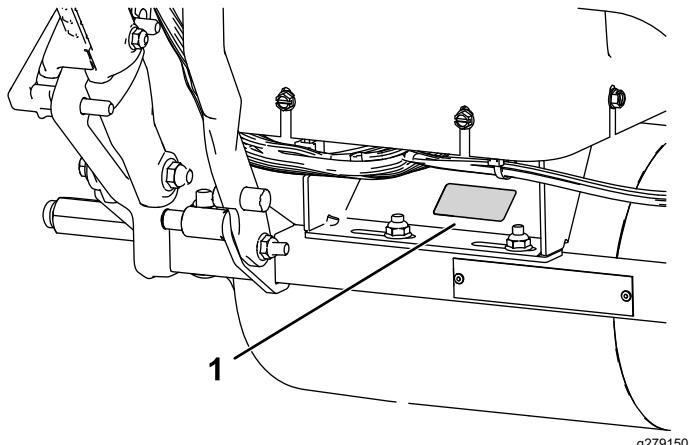

Figura 13
**Importante:** Cuando Toro DIAG le solicite el número de modelo y serie, no utilice los números de modelo y serie del bastidor de la máquina; utilice la información de la pegatina situada en la plataforma de la batería (Figura 13).